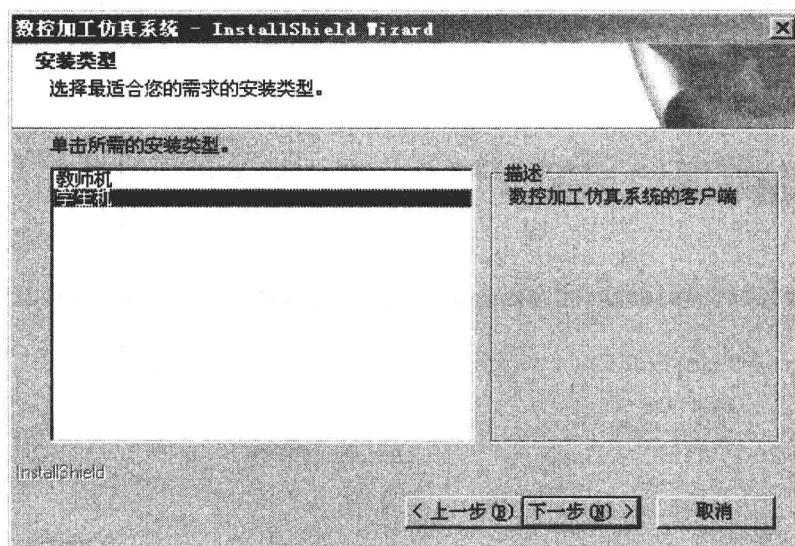

图 1-3 安装类型选择
- 5) 进入选择安装类型对话框，选择“老师机”或“学生机”，如图 1-3 所示。